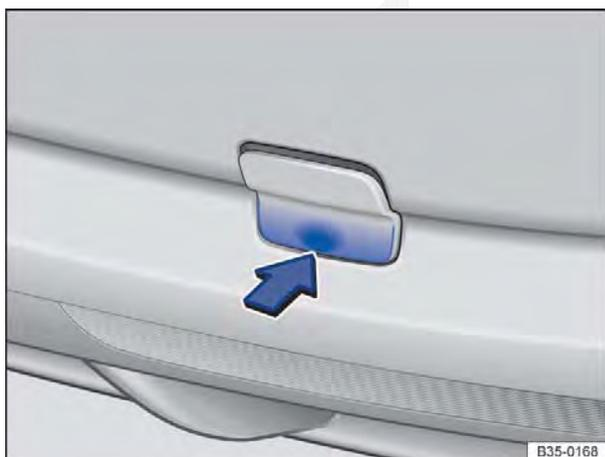

Fig. 261 No para-choque traseiro à direita: remover a cobertura.
O alojamento da argola de reboque rosqueável está localizado à direita do para-choque traseiro, atrás de uma cobertura ⇒ Fig. 261. Em *veículos com dispositivo de reboque instalado de fábrica*, atrás da cobertura **não** há um alojamento para a argola de reboque rosqueável. Para rebocar, bascular para fora ou montar e utilizar a rótula de engate e utilizá-la ⇒ Página 160, ⇒ .
- Pressionar na área inferior da cobertura ⇒ Fig. 261 no sentido da seta para soltar o encaixe da cobertura.